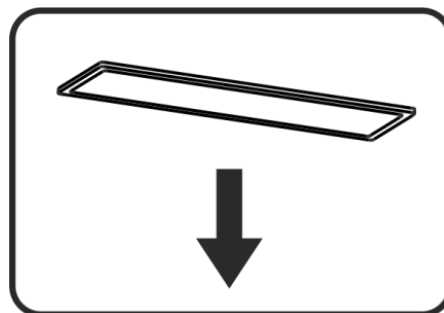

Рис.9
8.8 На витяжці встановлено **LED** лампу підсвітки робочої зони плити. Перед початком заміни ламп освітлення необхідно відключити витяжку від електромережі, дати можливість охолонути лампі. Для заміни лампи необхідно зняти алюмінієві фільтри, відтиснути тримач патрона так, щоб лампа вийшла з корпусу витяжки. Замість неї необхідно встановити нову з тими ж характеристиками і встановити фільтри (рис.9).